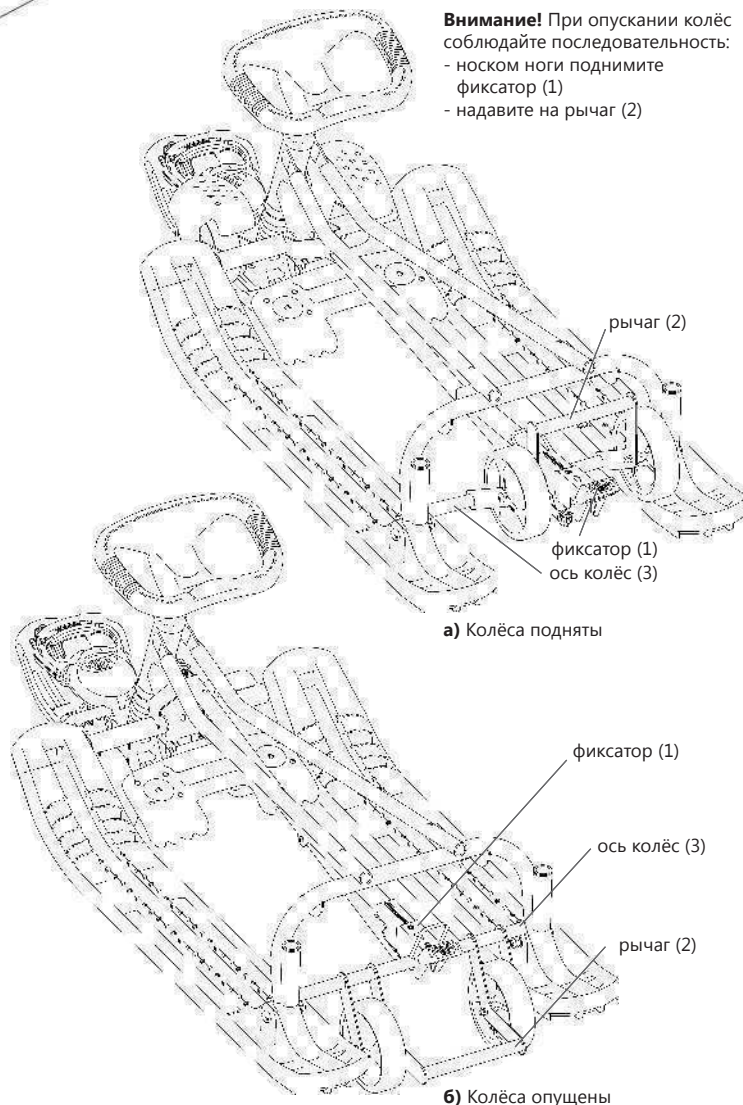

рис. 2 Механизм выдвижных колёс
4.6.1. Для перемещения по твёрдому покрытию необходимо опустить колёса, закреплённые на каркасе. Для этого носком ноги поднять фиксатор (1) (рис. 2, а), колёса опустятся, затем нажатием на рычаг (2) довести колёса до фиксированного положения. Паз на фиксаторе при этом должен зацепиться за ось колёс (3).
- ногой поднять фиксатор (1), снегокат опустится (рис. 2, б);
- носком ноги поднять рычаг (2) до фиксированного положения.